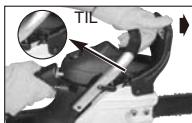

Fig. 7B
- KÆDEBREMSEN er TILKOBLET (kæden kan ikke flyttes), når bremsearmen er i forreste position, og og kædebremselfansen står på TIL. Herefter bør det ikke være muligt at flytte kæden. (Fig. 7B)